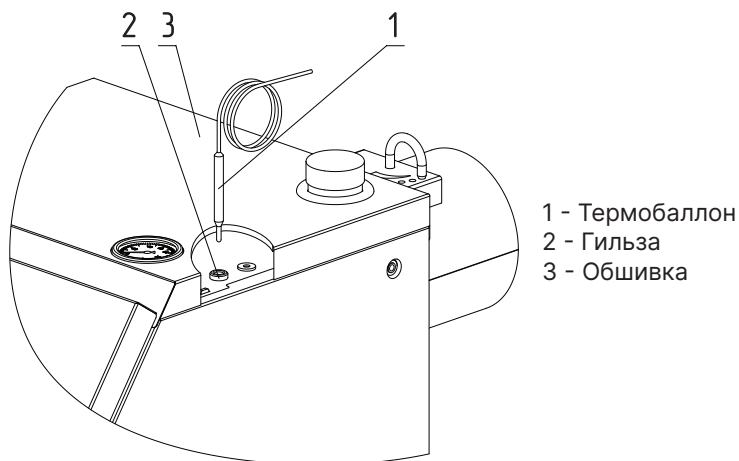

Рис.7 Установка термобаллона в котлах Тополь-М
- Термобаллон (**Рис.7, поз.1**) газогорелочного устройства устанавливается в гильзу (**Рис.7, поз.2**);